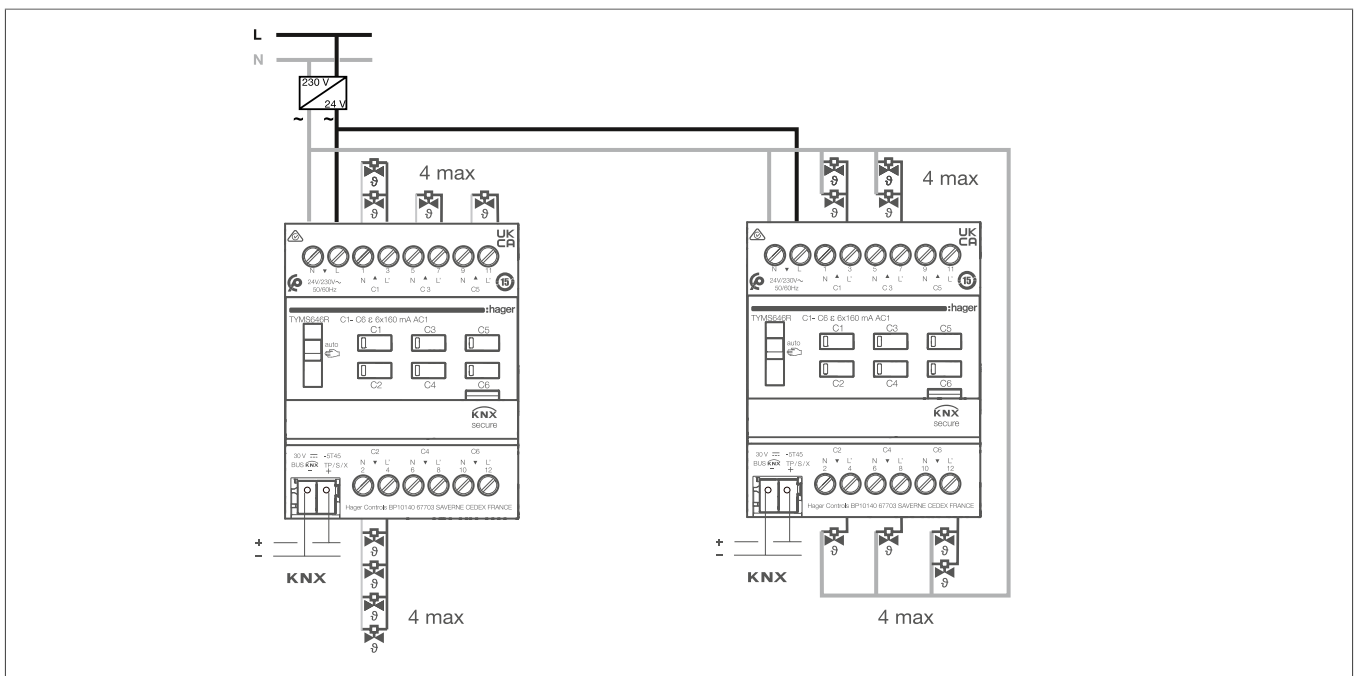

Bild 5: Anschlussplan für Stellantriebe 24 V~ Spannungsversorgung
- 3 Stellantriebe DC 24 V gemäß Anschlussplan ((Bild 5: Anschlussplan für Stellantriebe 24 V~ Spannungsversorgung)) an das Gerät anschließen.